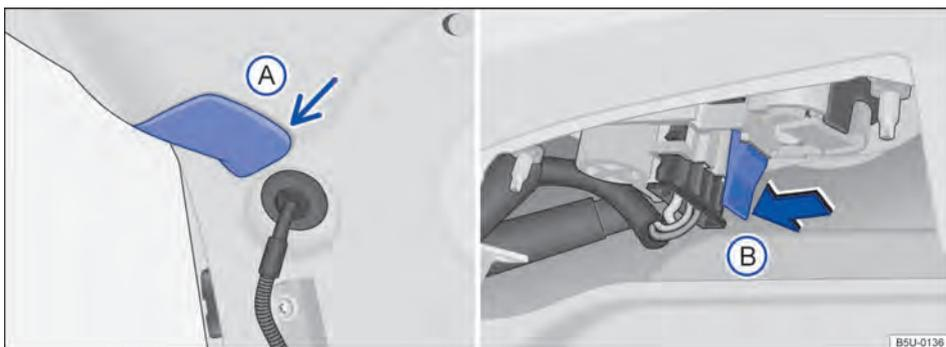

Fig. 157 Na tampa traseira: remover a cobertura e suporte das lâmpadas.
- ① Observar a lista de controle e executar as ações → Página 193.
- ② Abrir a tampa traseira → Página 63.
- ③ Com o auxílio de uma chave de fenda, remover cuidadosamente a cobertura **A** → Fig. 157 na tampa.
- ④ Para destravar o suporte das lâmpadas, pressionar a lingueta de travamento **B** → Fig. 157 e puxar o suporte das lâmpadas para fora.